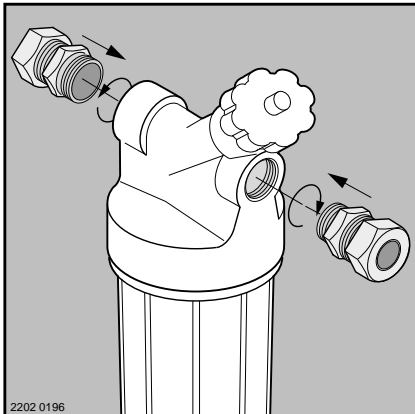

Figura 1
- Paso 1. Use cinta de teflón para enroscar las conexiones compresoras de bronce en la cabeza del filtro (Figura 1). No use compuesto para uniones. Apriete con una llave, pero no apriete en exceso. Si la línea de agua es de 1/2 pulgada, use las férulas de goma; si es de 3/4 de pulgada, use las férulas de bronce.